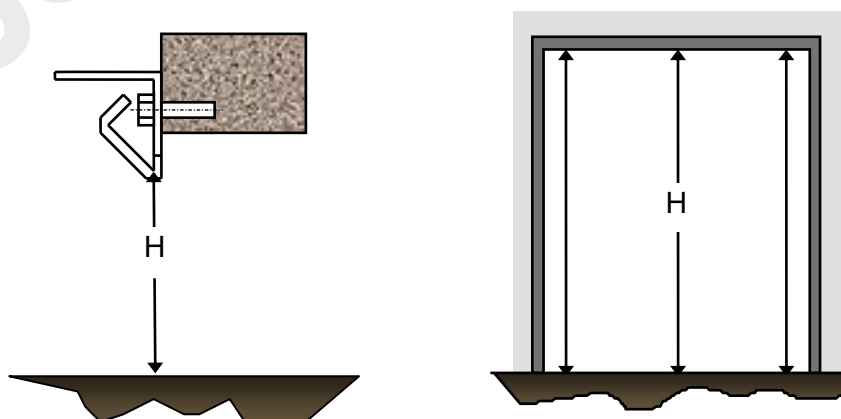

рис. 3
2.1 После того как гребенка установлена, измеряется расстояние от нижней кромки зубьев гребенки до пола (Н) по краям и в середине дверного проема (*рис.3*).